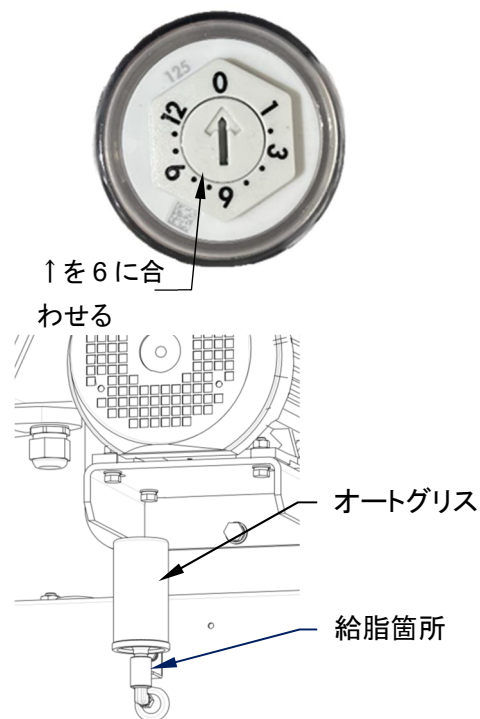

図 8-2
- ③ 上部のガスジェネレーター設定数値を[6]のところに、↑印を合わせます。⇒スイッチが ON になります。容器に入れてしばらく置き、オイルの吐出を確認すること。(図 8-2)
- ④ 油性ペンなどで、本器の側面ラベルに使用開始日を記入すること。
- ⑤ 機械の給脂箇所に手でねじ込み取り付けます。(図 8-2)
- ⑥ 約 6 ヶ月間使用可能ですが、6 ヶ月間の使用を保証するものではありません。必ず毎週残量を確認すること。周囲温度 20℃でほぼ設定期間使用でき、それより低温の時は期間が長く、高温の時は期間が短くなりますが、温度変化にかかわらず設定スイッチを[6]以下に設定します。[6]より大きく設定しますと軸受のオイルシールの寿命が短くなる可能性がありますので設定しないこと。
- ⑦ オートグリス残量が 0 以下になった場合は速やかに交換すること。オートグリスに比べ主軸部の修理は非常に高額になります。